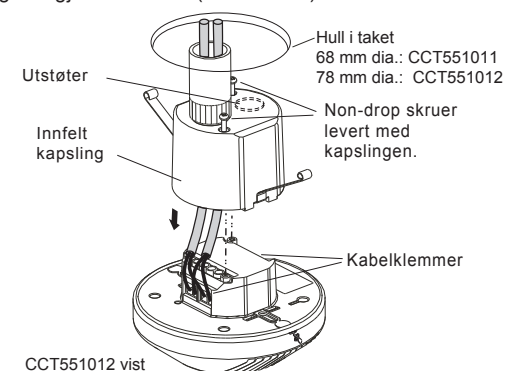

FIG. 11
3.3.2.2 Åpne utstøterdelen av det innfelte lokket med en skrutrekker dersom brukeren ønsker å bruke de to rørene, fest deretter rørene og trekk strømledningene gjennom dem (se FIG. 11).